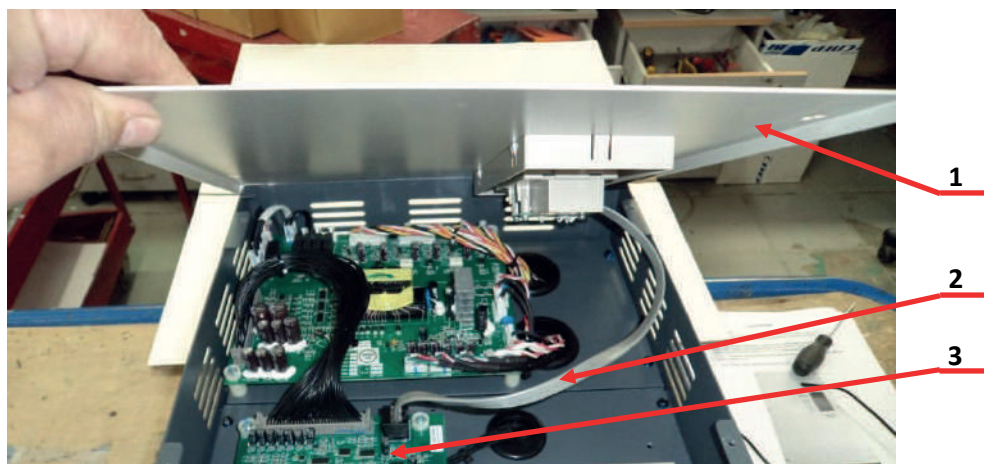

Рис.7.38
7.15.2. Подключить свободный разъём кабеля поз.2 к ответному разъёму на плате ЦП поз.3 (рис.7.38).